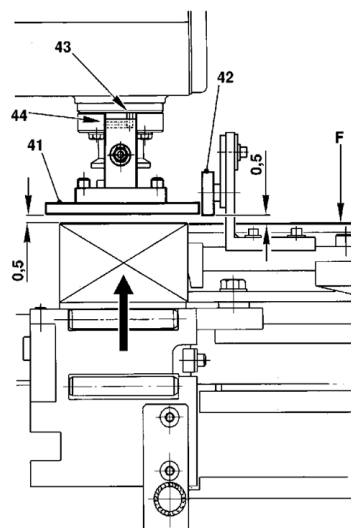

图 9
5. 调整六号轮进七号轮推烟、接烟推板同步性及间距（图9）。